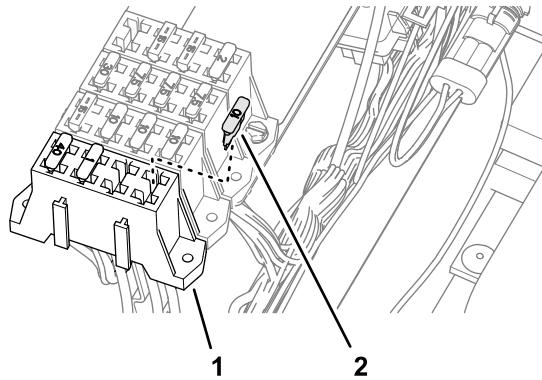

Figura 100
5. Insira o fusível (10 A) na tomada do bloco de fusíveis (Figura 100) para o circuito de alimentação opcional que utilizou no passo 4.